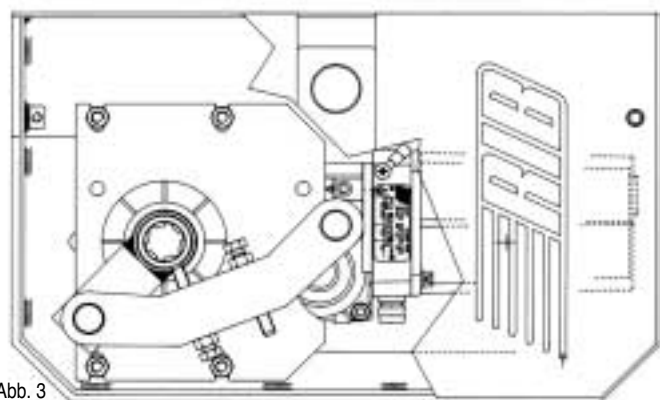

Abb. 3
**MAGIC** weist in der **Version 105°** (Abb. 3) ein Flügel-Verzögerungssystem sowohl bei der Öffnungs- als auch bei der Schließbewegung (Beschleunigung der anfänglich langsamen Öffnungsbewegung und Verzögerung der Schließbewegung am Anschlag) auf.